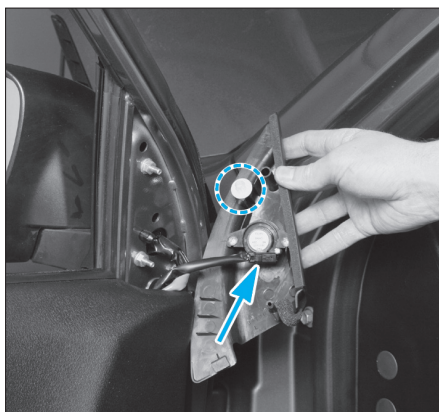

FIG. 43
- Dégrafer le cache intérieur de rétroviseur et débrancher le connecteur du tweeter (Fig.43).